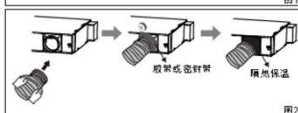

图2
②将管道(客户配备)插入各风口并用胶带(客户配备)或密封带(客户配备)密封好。
③在风口与管道衔接处外侧缠上隔热保温(客户配备)。(图2)